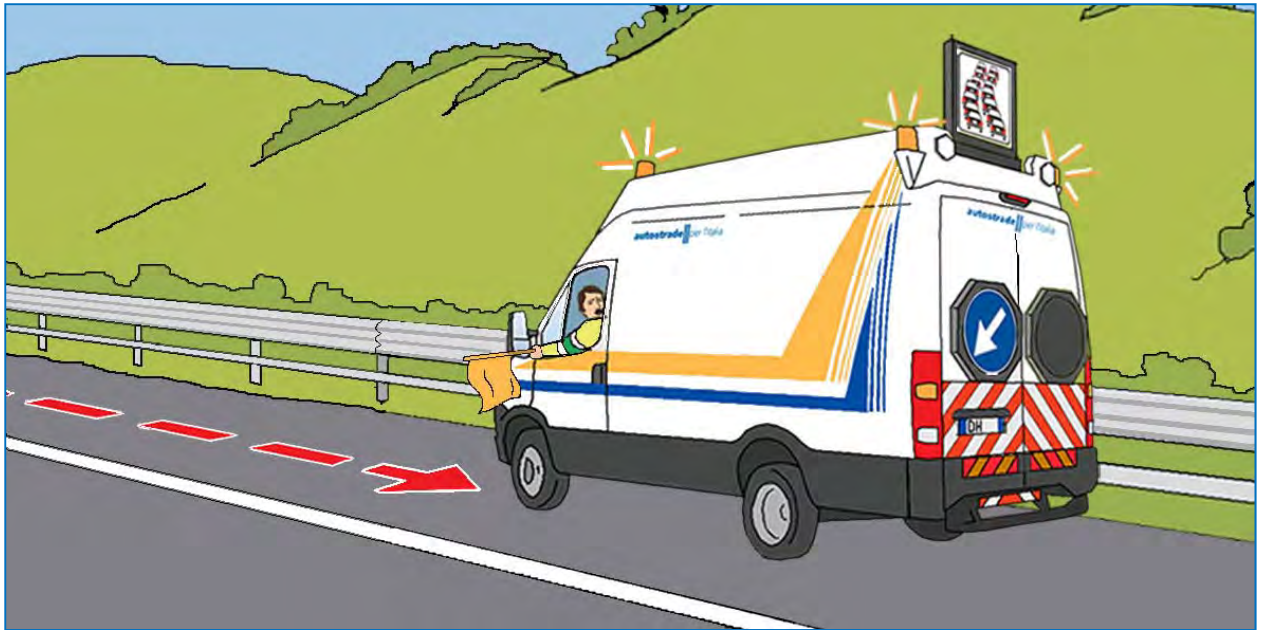

Fig. 11
- ✎ Ove la linea o la Sala Radio, anche sulla base delle informazioni fornite dall'operatore, richiedano prioritariamente l'intervento di segnalamento al traffico sopraggiungente, tornare a bordo del mezzo ed effettuare la presegnalazione dell'evento con gli appositi pittogrammi del PMV in dotazione, anche percorrendo la corsia di emergenza in retromarcia per arretrare il punto della segnalazione all'aumentare della coda o del rallentamento. A veicolo fermo integrare eventualmente con azione di sbandieramento dal posto guida (fig.11)